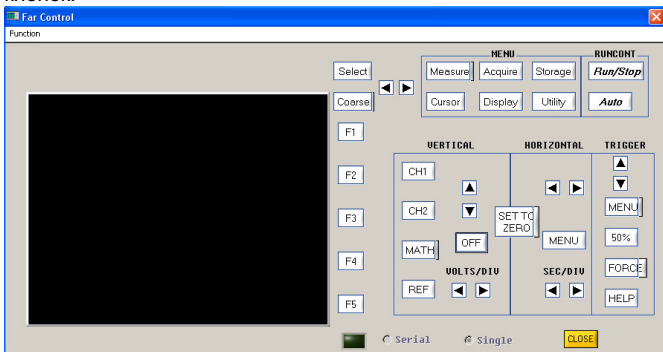

Рисунок 3-8
4. Выберите пункт «Function»→ «remote control» в меню программы. На экране появится окно, показанное на рис. 3-8. Теперь вы можете управлять осциллографом с помощью функциональных кнопок.
**Примечание:** При использовании интерфейса RS-232 для передачи данных функция передачи изображения интерфейса осциллографа не действует. В окне, показанном на рис. 3-8, осциллограмма не отображается. Оно позволяет только управлять осциллографом с помощью функциональных кнопок.